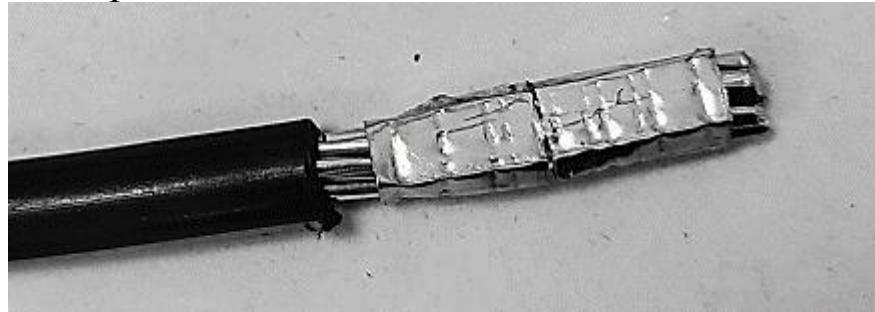

Рисунок 24 - Пример обжатия многожильного провода
4.3.4 Конец многожильного провода обжать наконечником (рисунок 24), рекомендуемая форма обжатия – квадрат или прямоугольник, рекомендуемый инструмент для обжатия - кримпер. Максимально допустимое сечение токоведущей части провода: до 25 мм^2 .